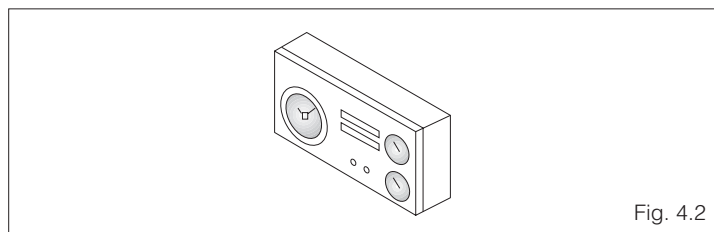

Fig. 4.2
- Regular el termostato ambiente para la temperatura elegida ($\sim 20^{\circ}\text{C}$) o, si la instalación tiene un programador horario o un kit de termorregulación, comprobar si está activo y regulado ($\sim 20^{\circ}\text{C}$) (fig. 4.2)